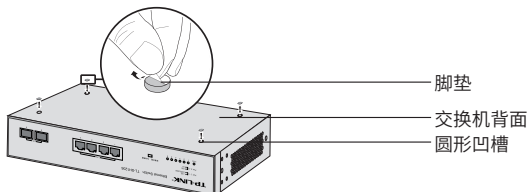

图2-1 桌面安装示意图
2. 逐个揭去4个脚垫的胶面保护纸，分别黏贴在位于机壳底部四角的圆形凹槽中；如图2-1所示；